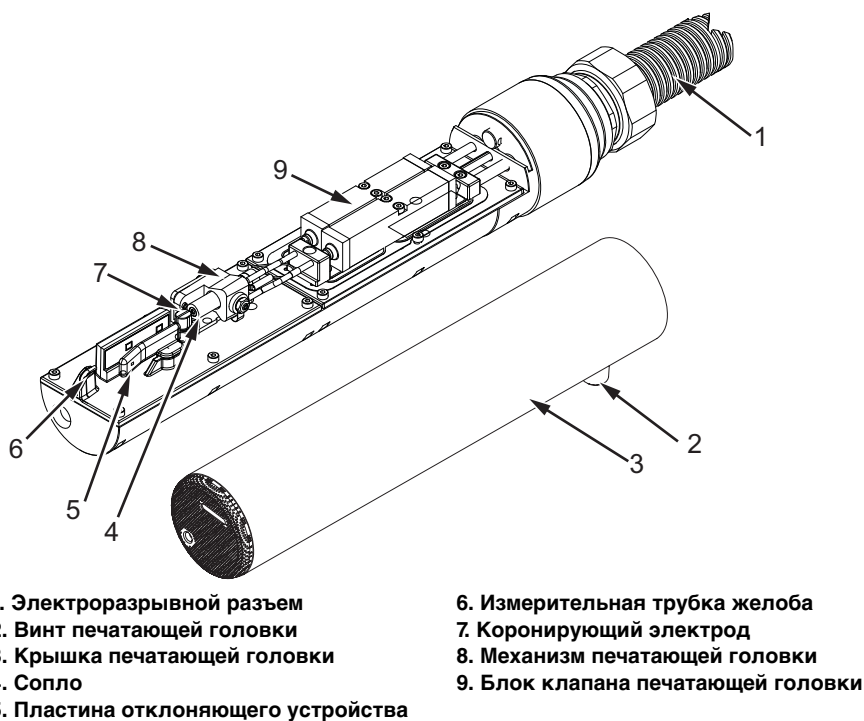

Рисунок 6-4: Печатающая головка
- 3 Ослабьте винт печатающей головки (деталь 2, Рисунок 6-4 на странице 6-9) и снимите кожух печатающей головки (деталь 3).
- Измерительная трубка желоба (деталь 6, Рисунок 6-4)